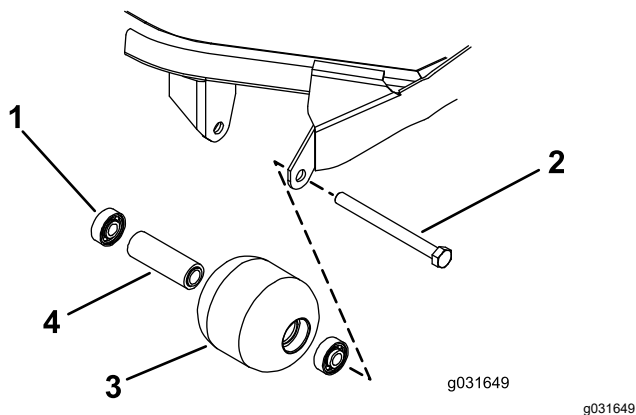

Figura 71
1. Retire el perno de montaje del rodillo (Figura 71).
4. Inspeccione el alojamiento del rodillo, los cojinetes, y el espaciador del cojinete (Figura 71).
1. Haciendo presión solamente sobre el anillo de rodadura exterior, o de forma igual sobre el anillo exterior y el interior, introduzca el primer cojinete en el alojamiento del rodillo (Figura 71).
2. Introduzca el espaciador (Figura 71).
3. Haciendo presión solamente sobre el anillo de rodadura exterior, o de forma igual sobre el anillo exterior y el interior, introduzca el segundo cojinete en el alojamiento del rodillo hasta que entre en contacto con el espaciador (Figura 71).